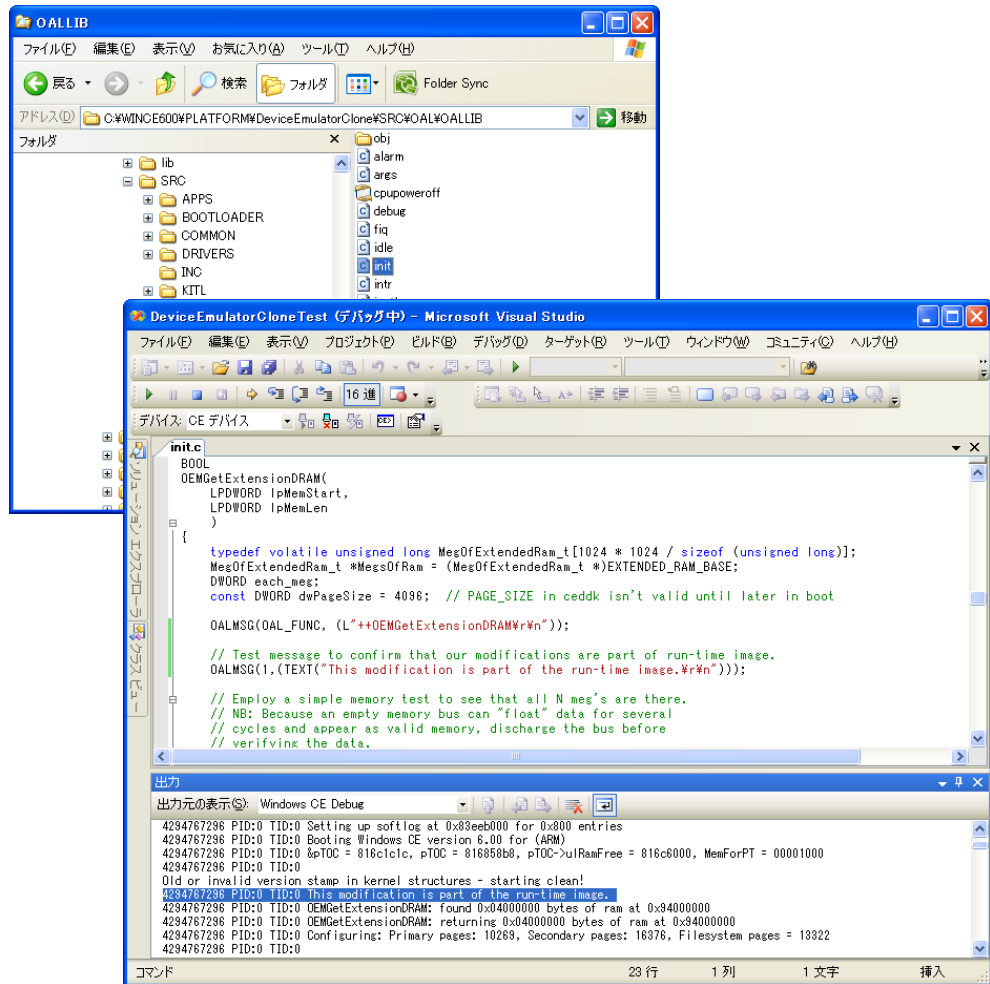

図 5-12 DeviceEmulatorClone BSP のカスタマイズ
1. 図 5-12 で図解されているように、Visual Studio で %_PLATFORMROOT%\DeviceEmulatorClone\Src\Oal\Oallib フォルダにある init.c ソース コード ファイルを開きます。